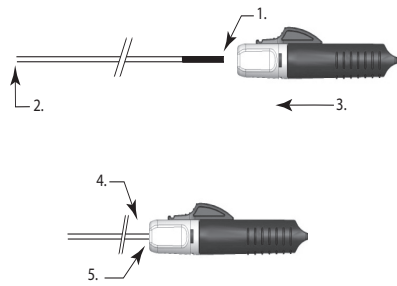
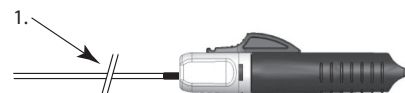

Figura 3
Figura 4
13. Țineți capătul proximal al tubului de împingere a implantului la capătul distal al indicatorului de încărcare. Avansați dispozitivul de detașare instantanee (D.I.) peste capătul proximal al tubului de împingere a implantului, până când indicatorul de încărcare intră complet în con și tubul de împingere este plasat ferm în dispozitivul de acționare (a se vedea Figura 3).
Notă: Dacă banda indicatoare este încă vizibilă, ca în Figura 4 de mai jos, dispozitivul de detașare instantanee (D.I.) trebuie să fie avansat în continuare, până când tubul de împingere a implantului este așezat complet în con, ca în Figura 3 de mai sus.